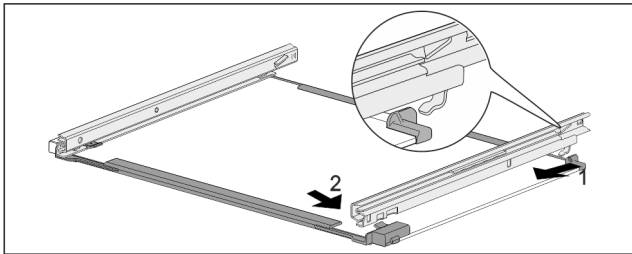

Fig. 71 Glasplatte mit Schienen
- ▶ Schiene hinten einhaken. Fig. 71 (1)
- ▶ Schiene vorne einrasten. Fig. 71 (2)